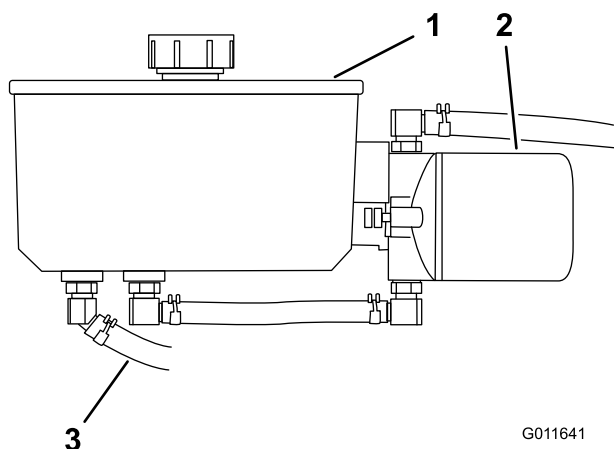

Figura 74
4. Localize o tubo frontal hidráulico sob o depósito hidráulico e coloque um recipiente sob o depósito (Figura 74).